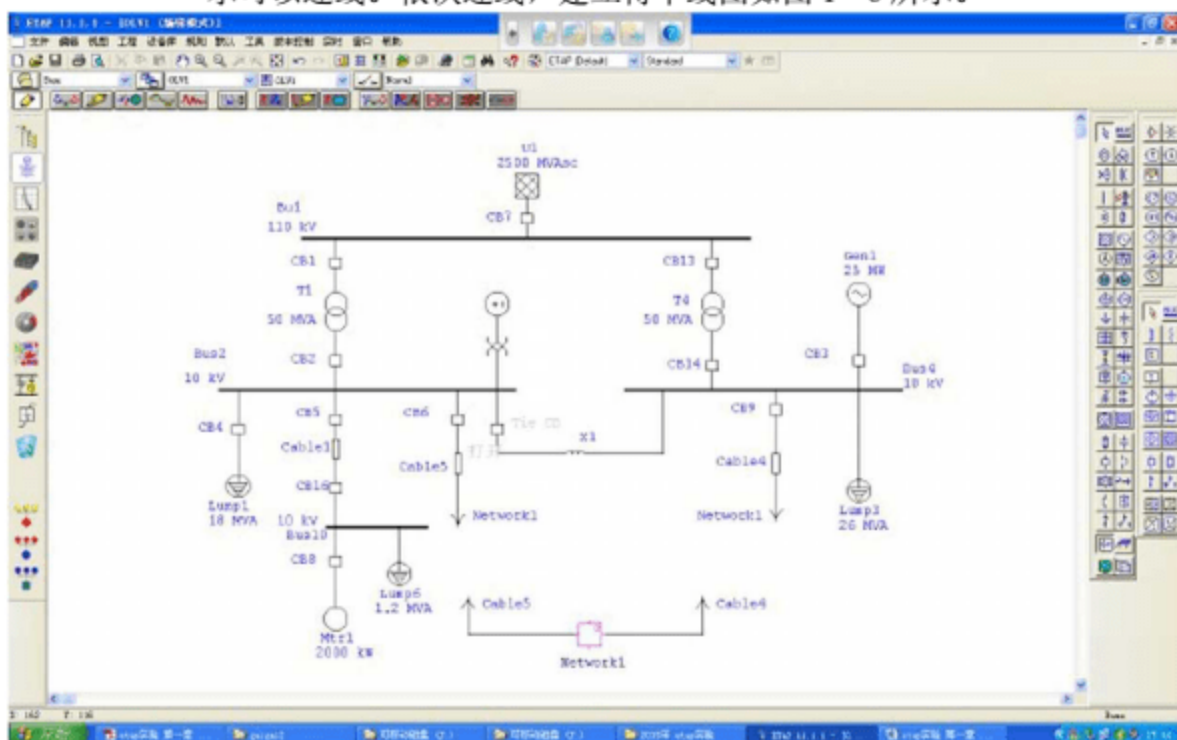

图 1-6 建立得系统单线图
2、鼠标左键单击元件的连接端子（呈红色），拖曳到另一个元件的连接端子，呈现红色表示可以连线。依次连线，建立得单线图如图 1-6 所示。